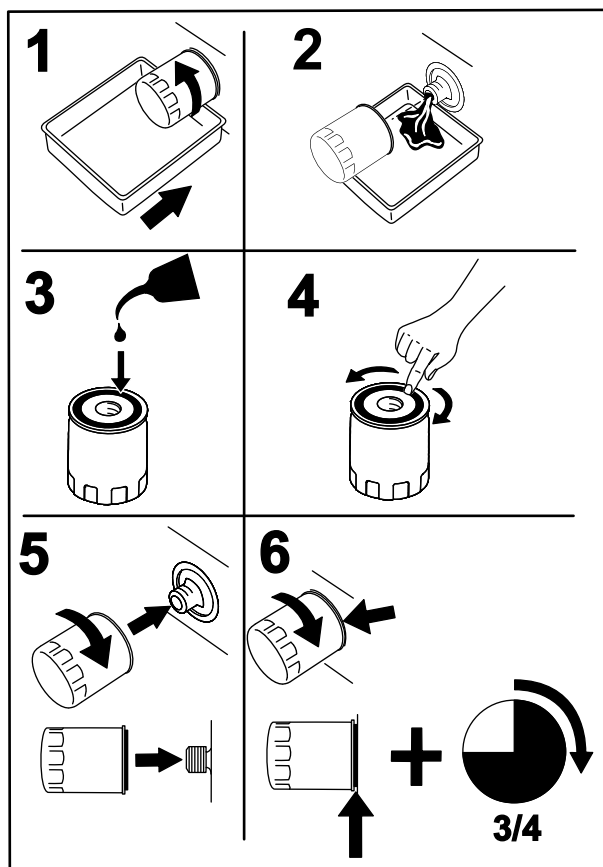

図 42
4. フィルタの下に廃油受けを置き、フィルタを左に回して外す 図 42。